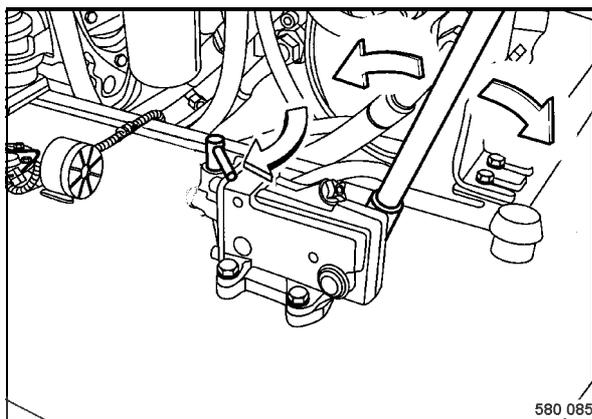

fig. 79
- Tourner la manette de la vanne (fig. 79) sur position "fermer le capot".